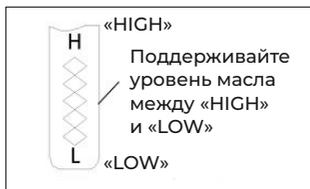

Рис. 43
- Открутите и извлеките пробку щуп. Проверьте уровень масла. Если уровень близок к нижней отметке «LOW», добавьте масло до верхней отметки уровня «HIGH» (рис. 43).